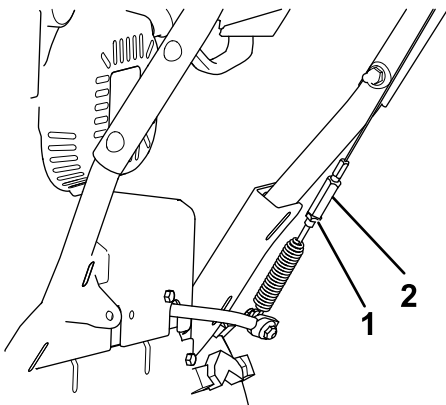

Figura 27
5. Slăbiți contrapiulița (Figura 27).
6. Slăbiți sau strângeți întinzătorul care reglează tensionarea cablului (Figura 27).